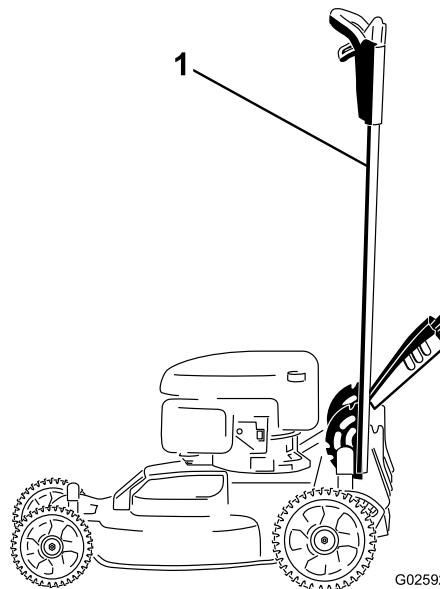

Figure 37
1. Verrouillez le guidon en position verticale (Figure 37); voir Réglage de la hauteur du guidon \(page 12\).